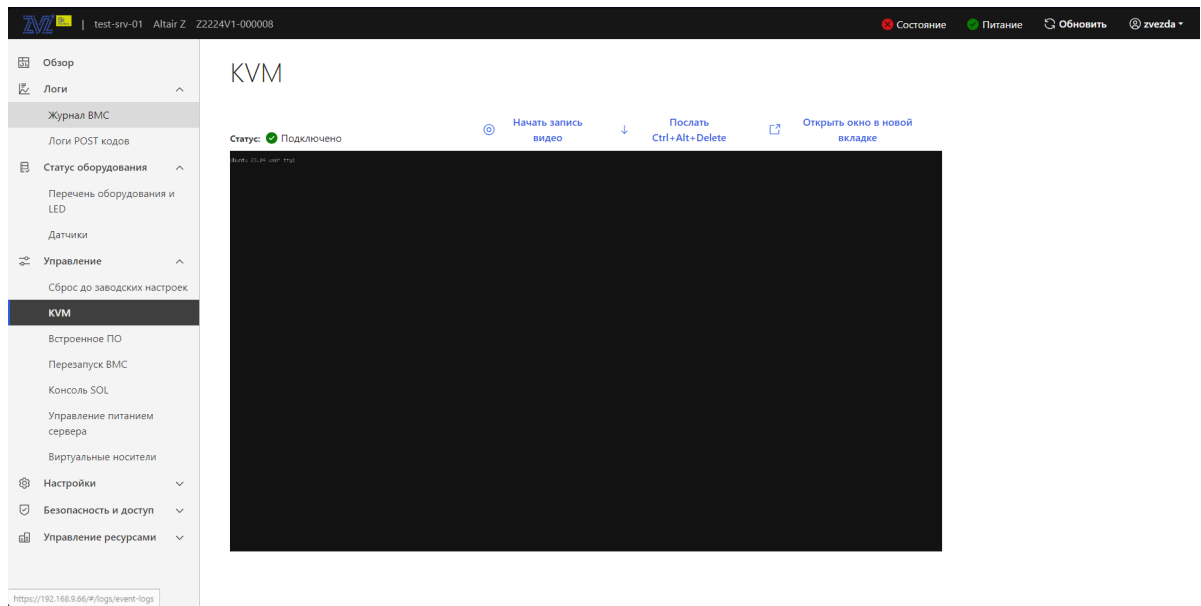

Рис. 78. Окно «KVM»
- 3) Пройдите во вкладку «Управление» → «KVM» в данной вкладке осуществляется удаленное управление BIOS. Окно показано на рис. 78 Окно «KVM»